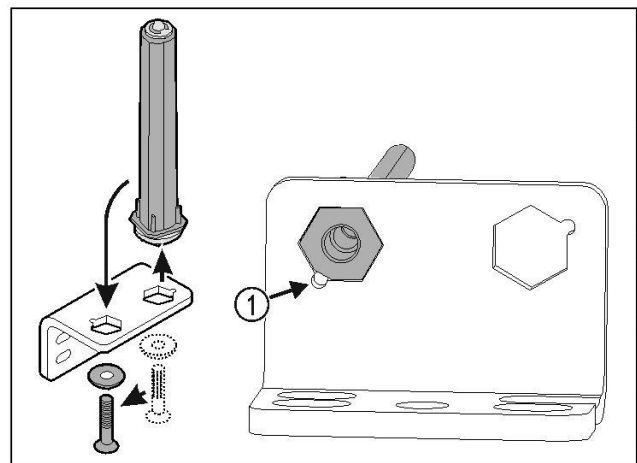

Fig. 33
- || Let erop dat bij het plaatsen de boutafschuining Fig. 33 (1) naar het ronde gat wijst.